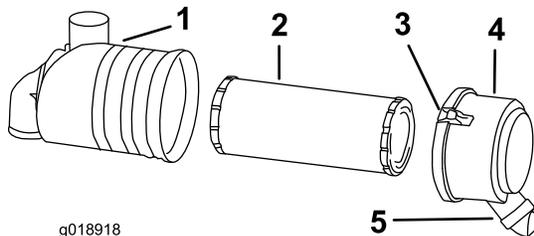

Figura 20
3. Abra los cierres del limpiador de aire y tire de la tapa del limpiador de aire para separarla de la carcasa del limpiador de aire (Figura 20).
1. Extraiga con cuidado el filtro primario de la carcasa del limpiador de aire (Figura 20). Evite golpear el filtro contra el lado de la carcasa.